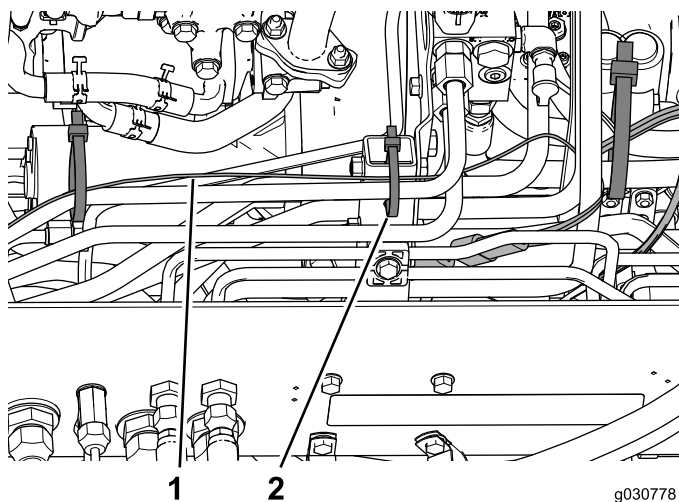
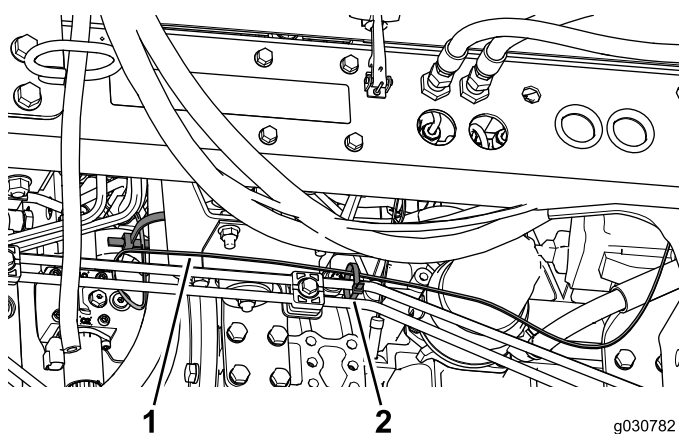

Figura 49
Figura 50
5. Utilize braçadeiras para prender a cablagem aos tubos hidráulicos e tubos rígidos nos locais mostrados na Figura 49 e na Figura 50.